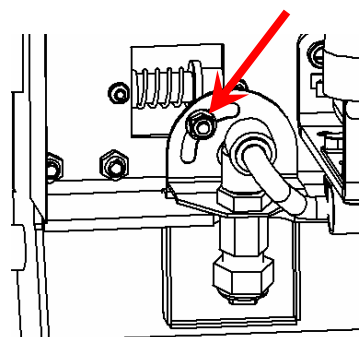

Bild 4-14
2. Lossa låsmuttern i sprayhuvudets justeringsspår (se bild 4-14).